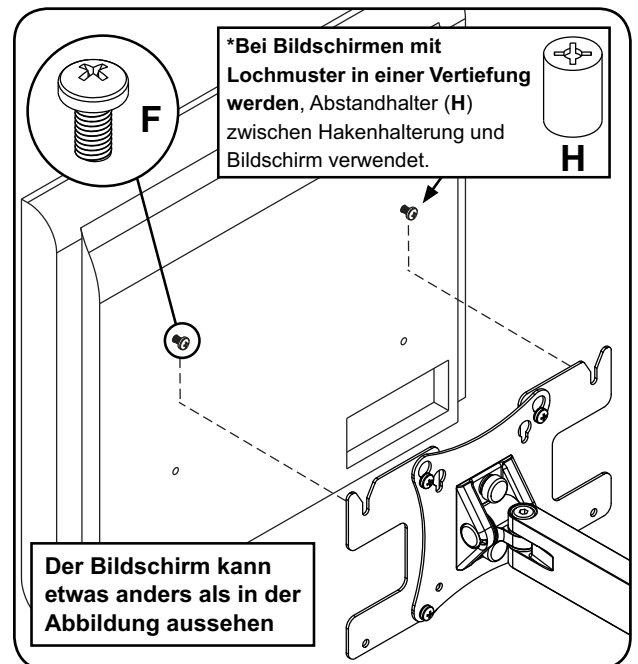

Abbildung 5.1
5 Bringen Sie die zwei M4 x 12 mm Schrauben (F) so in den beiden oberen Löchern des Bildschirms an, dass noch ca. 6,3 mm (1/4 Zoll) Gewinde zu sehen sind. Hängen Sie die Schrauben wie in Abbildung 5.1 darstellt in die Schlitze der Adapterplatten (J).